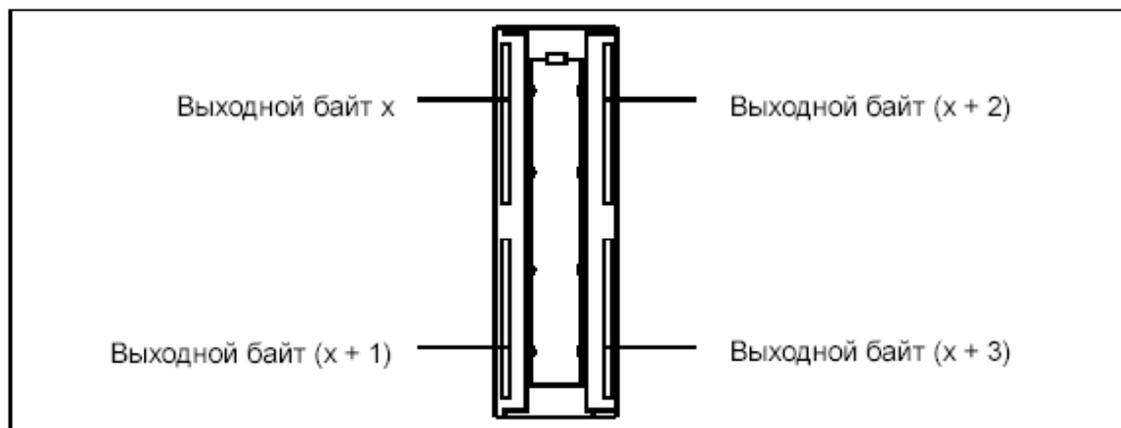

Рисунок 5.6
5.3.2.3 Соответствие каналов адресам приведено на рис. 5.6.